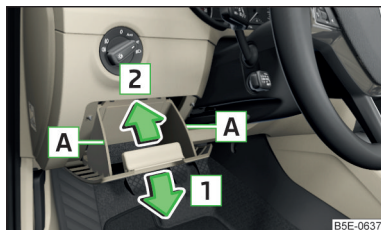

Fig. 352
- › Saisissez le vide-poches dans la zone **A** et rabattez-le en tirant dans le sens de la flèche **1** (une force importante est nécessaire pour le rabattre) » fig. 352.